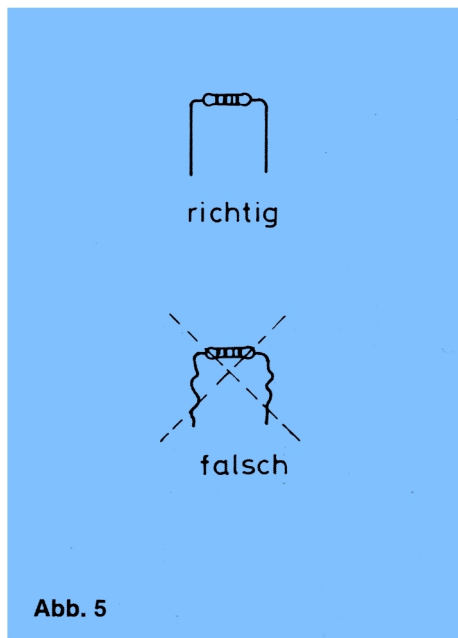

Abb. 5
9. Zum Aufbau der einzelnen Geräte sind zusätzliche Teile in die mit Buchstaben bezeichneten Bohrungen der gedruckten Schaltung zu stecken. Die Anschlußdrähte der Widerstände, Folienkondensatoren und der Drahtbrücke sind bereits auf richtigen Abstand (10 mm) gebogen. Die Anschlußdrähte des Elektrolytkondensators müssen bei Bedarf entsprechend gebogen werden. Achtung! Niemals Bauteile mit stark verformten Anschlußdrähten einsetzen (Abb.5).